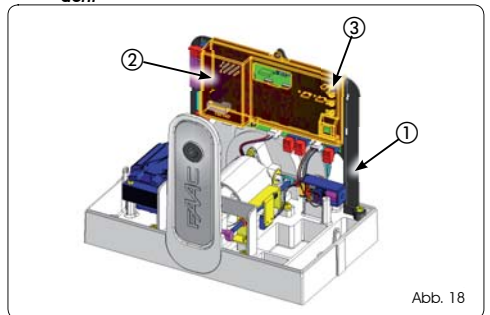

Abb. 18
Bei den Getriebemotoren sind die elektronischen Steuergeräte an einer Halterung (Abb. 18 Bez. ①) befestigt. Hierzu werden durchsichtige Deckel (Abb. 18 Bez. ②) benutzt. Auf dem Deckel sind die Tasten zum Programmieren der Platte positioniert (Abb. 18 Bez. ③), wodurch eine Programmierung der Platte möglich ist, ohne dass hierzu der Deckel abgenommen werden muss.